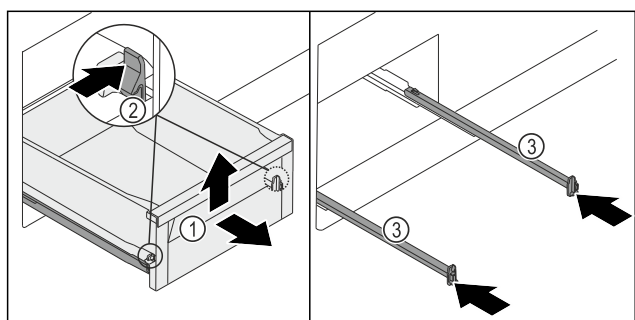

Fig. 247
- Sortir le tiroir Fig. 247 (1) jusqu'en butée.
- Appuyer simultanément sur les languettes Fig. 247 (2) situées à gauche et à droite.
- Le tiroir Fig. 247 (1) se détache des rails.
- Soulever l'avant du tiroir Fig. 247 (1).
- Retirer le tiroir Fig. 247 (1) par l'avant.
- Pousser les rails Fig. 247 (3).